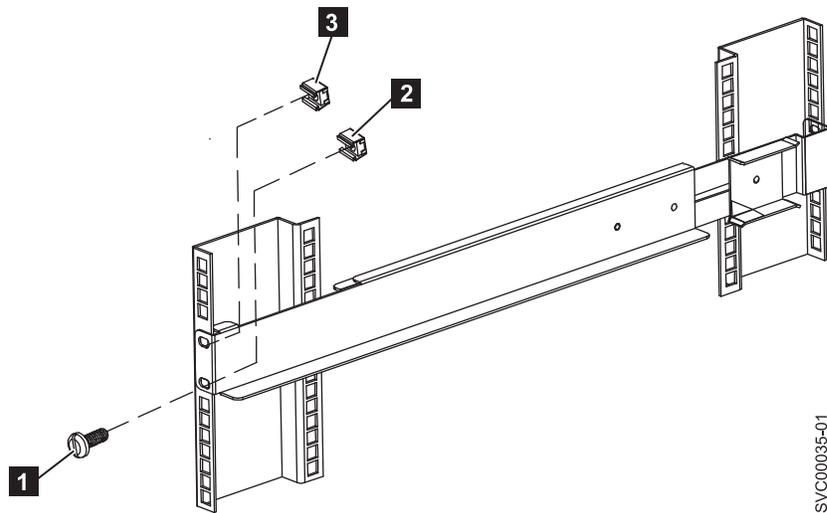

図 11. 2145 UPS-1U への前面レールの固定
7. 2 つのクリップ・ナット (図 11 の **2** および **3**) をラック前面に取り付け、次に、下部の取り付け穴 **1** に M6 x 10 ねじを 1 つだけ使用して、レールを取り付けます。